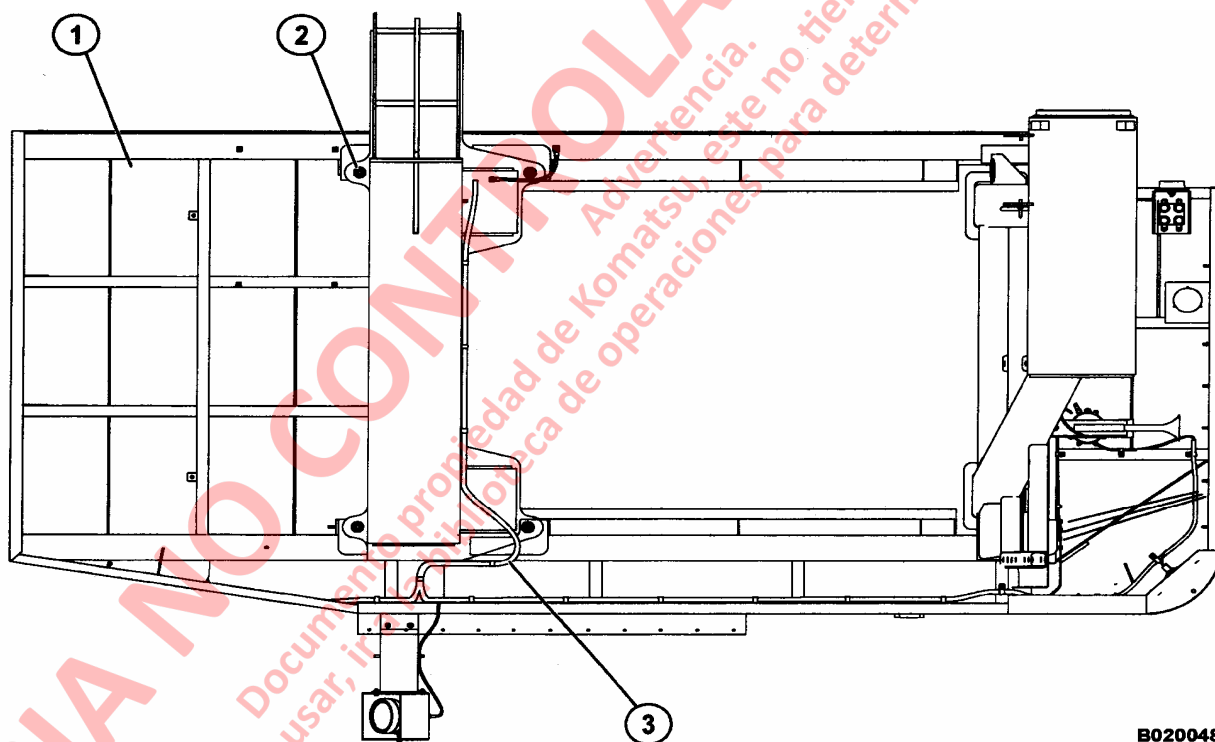

FIGURA 2-4. MONTAJE DE LA ESTRUCTURA DE LA CUBIERTA IZQUIERDA
1. Desconecte el arnés de iluminación de la cubierta (3, Figura 2-4). Inspeccione la parte inferior de la cubierta y, si es necesario, retire las mangueras o cables que queden. No es necesario sacar el arnés de iluminación y las abrazaderas.
3. Saque el accesorio de montaje de la cubierta (2, Figura 2-4) del soporte de la cubierta y el pedestal recto.